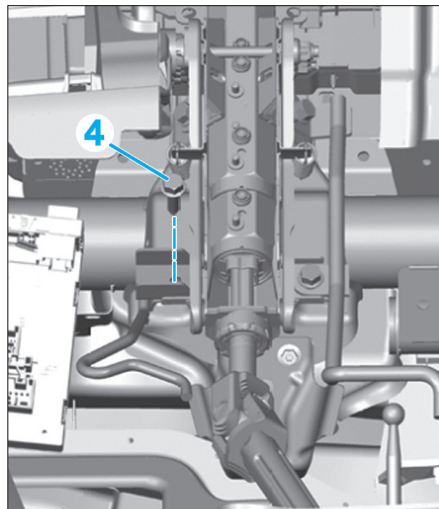

Fig. 12
- Dévisser la vis gauche (4) et retirer le renfort anti-collision de la pédale d'embrayage (Fig.12).